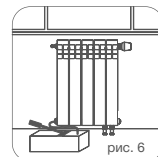

рис. 6
5. По завершению монтажных работ выполнить испытания систем отопления в соответствии с требованиями СП 73.13330.2016 «Внутренние санитарно-технические системы зданий». Гидростатическое испытание водяных систем и приборов отопления должно проводиться под давлением, в 1,5 раза превышающем рабочее давление (пример рис. 6). Если рабочее давление более 10 бар (1,0 МПа), испытание проводить без вентиляционной вставки. По факту проведения испытаний составляется акт ввода системы и приборов в эксплуатацию в установленной форме.